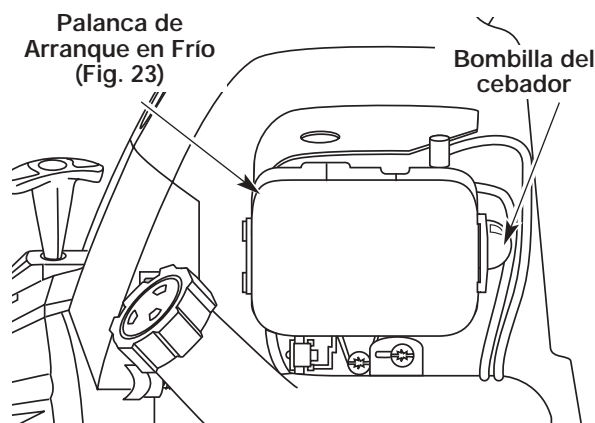

Fig. 21
3. Oprima completamente el cebador y suéltelo 10 veces. Hágalo lentamente. Se deberá ver un poco de **combustible en el cebador** y en las tuberías de alimentación de combustible (Fig. 21). Si no puede ver el combustible en el cebador, oprímalo y suéltelo tantas veces como sea necesario hasta que vea combustible en el mismo.